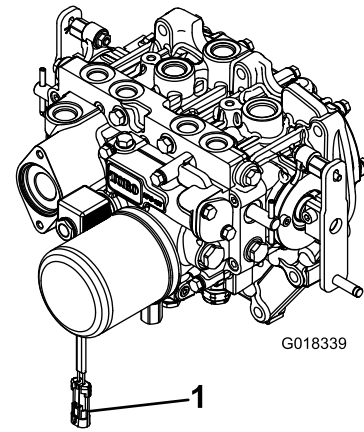

Figura 3
2. Desconecte el conector del arnés de cables del conector de la bobina del solenoide de la toma de fuerza (Figura 3).
- 8. Después de conectar el otro extremo del árbol al eje de la caja de engranajes del accesorio, conecte el conector del arnés de cables al conector de la bobina de la válvula del solenoide de la toma de fuerza (Figura 3).